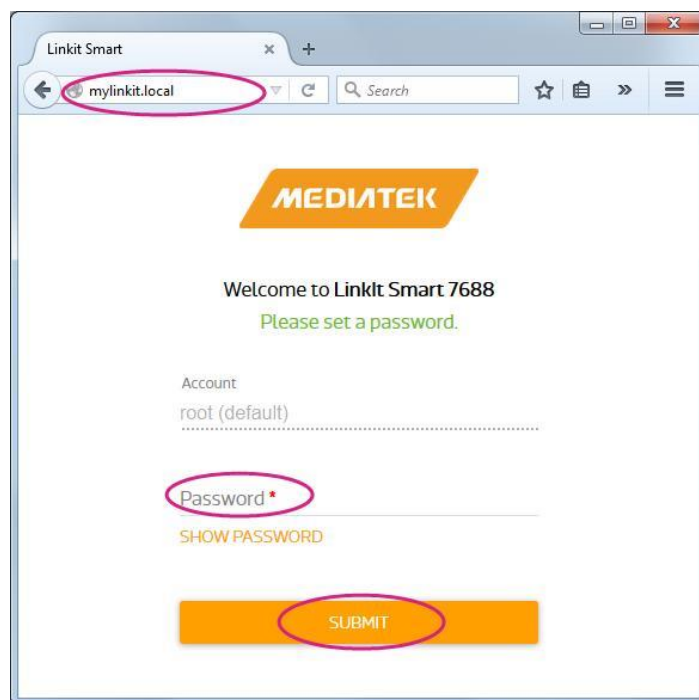

图 18 LinkIt Smart 7688 Web UI 登录
3) 在您的 Web 浏览器打开 [http:// mylinkit.local](http://mylinkit.local)，如图 18 所示。